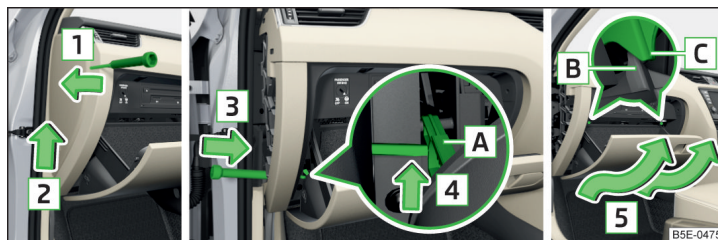

Fig. 353 Compartimento guardaobjetos en el lado del acompañante
- › Introduzca un destornillador debajo de la cubierta lateral » fig. 353.
- › Introducir el tope [B] del compartimento guardaobjetos detrás de los apoyos [C] » fig. 353.